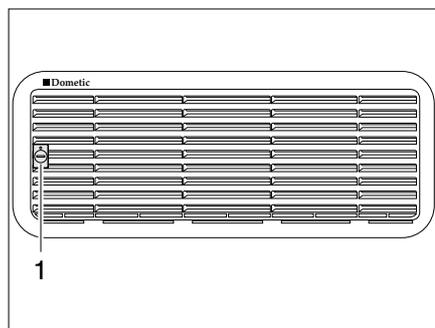
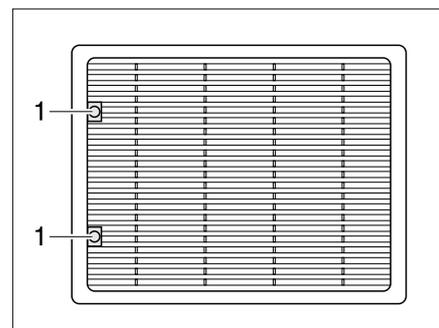

Bild 211 Kühlschrank-Lüftungsgitter (Dometic klein)
Bild 212 Kühlschrank-Lüftungsgitter (Dometic groß)
- Schraube (Bild 211,1 bzw. Bild 212,1) mit Hilfe einer Münze eine viertel Umdrehung drehen.